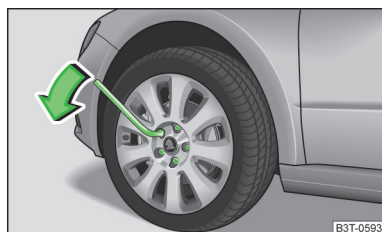

Fig. 182
- Saisissez la clé par son extrémité et faites décrire au boulon un tour environ dans le sens de la flèche » fig. 182.
- Saisissez la clé par son extrémité et faites tourner le boulon dans le sens inverse de la flèche » fig. 182 jusqu'à ce qu'il soit bien serré.